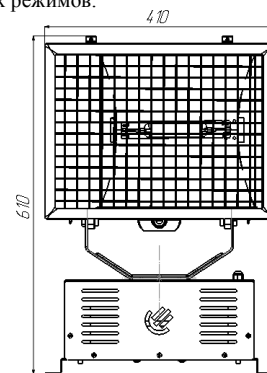

Рис.1
- Прожекторы на монтируемой поверхности должны быть закреплены при помощи болтов или другого крепежа с усилием затяжки (35±1) Н·м. (для исполнения 201 рис.1)
5.2. Для прожекторов исполнение 201 рис.1:
Вариант исполнения	Стационарный рис.1 (исп.201)